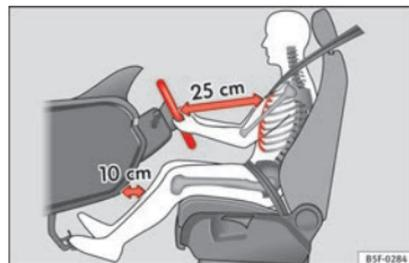

Fig. 71 Distancia correcta entre el conductor y el volante.
- Ajuste el volante de modo que quede una distancia mínima de 25 cm entre el volante y el tórax » fig. 71.
• Coloque el asiento del conductor de forma que quede una distancia mínima de 25 cm entre el tórax y el centro del volante » fig. 71. Si la distancia es inferior a los 25 cm, el sistema de airbags no puede protegerle correctamente.